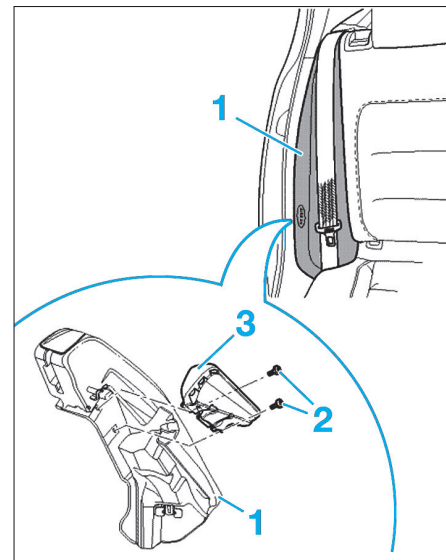

Fig. 7
- Déposer la garniture (1) (Fig.7).
- Déposer les vis (2) puis extraire l'airbag (3).
Pour les véhicules équipés d'airbags latéraux arrière, déposer la garniture (1) (Fig.7).